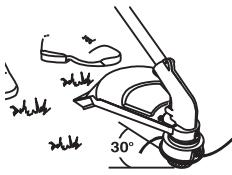

Fig. 12
**ADVERTENCIA:** Evite los arranques accidentales. Colóquese en posición de inicio cuando tire de la cuerda de arranque (Fig. 12). El operador y la unidad deben estar en una posición estable al arrancar la unidad para evitar graves lesiones personales. Compruebe que cualquier complemento usado se instale correctamente y que esté seguro, antes de poner en marcha la unidad.
- Soporte en la posición de arranque y no apriete el control de regulador (Fig. 12). Tire bruscamente del cordón de arranque hasta 5 a 10 veces.
1. Sostenga la bobina exterior con una mano y desenrosque la Bump Knob™ en sentido antihorario (Fig. 12). Inspeccione el perno adentro de la perilla percusiva para verificar que se mueva con libertad. Cambie la perilla percusiva si está dañada.
14. Sostenga el carrete interior en su lugar y coloque la perilla percusiva en sentido horario (Fig. 12). Inspeccione el perno dentro del botón de tópe para verificar que se mueva con libertad. Cambie el botón de tópe si está dañado.
1. Sostenga la bobina exterior con una mano y desenrosque la perilla percusiva en sentido antihorario (Fig. 12). Inspeccione el perno dentro del botón de tópe para verificar que se mueva con libertad. Cambie el botón de tópe si está dañado.